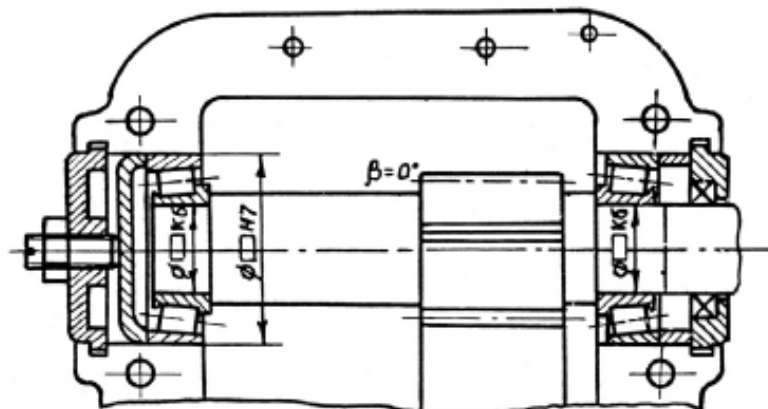

Рис. 6.3
**Задача 6.3.** Подобрать подшипники для вала прямозубой шестерни по схеме (рис. 6.3), если на подшипники действуют радиальные силы  $F_{R1}$  и  $F_{R2}$ . Коэффициент безопасности –  $K_B$ . Диаметры посадочных мест вала –  $d_B$ , частота вращения вала –  $n$ , срок службы подшипников –  $L_h$ .